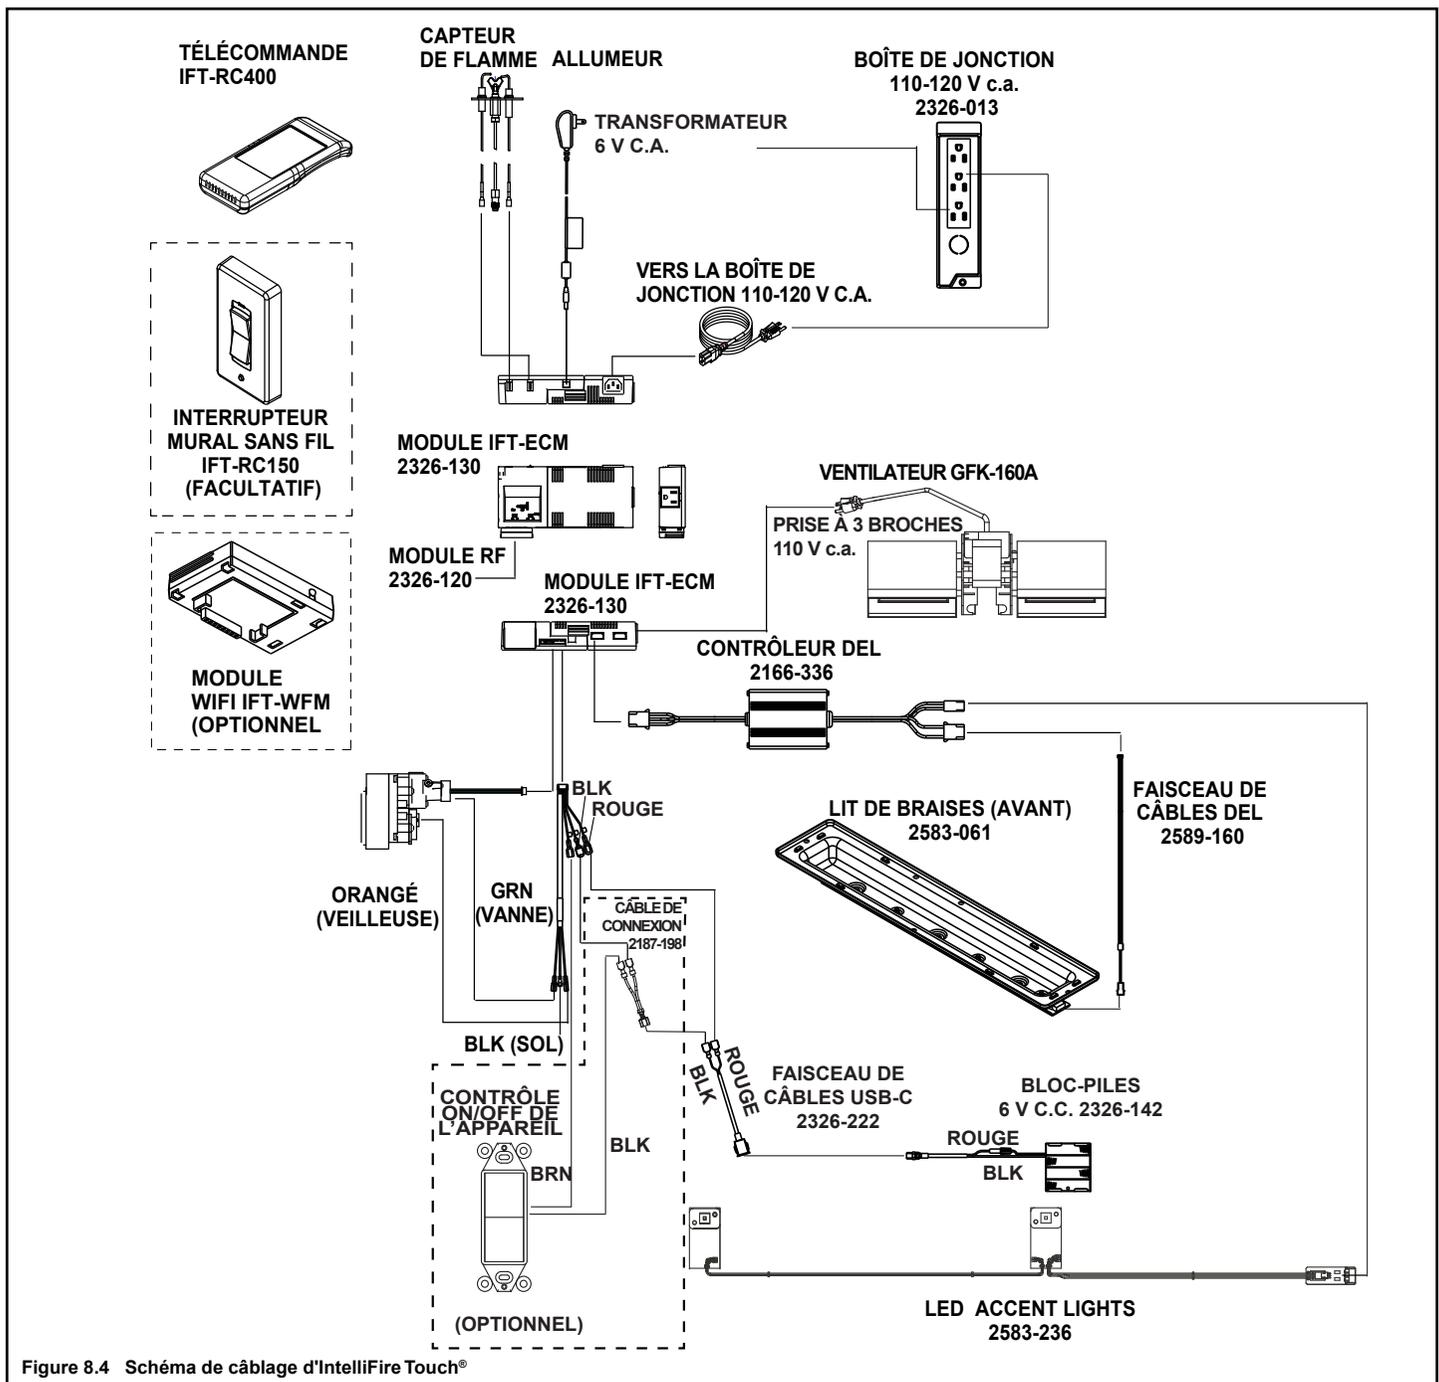

Figure 8.4 Schéma de câblage d'IntelliFire Touch®
- Consultez la figure 8.4, schéma du câblage IntelliFire Tactile.